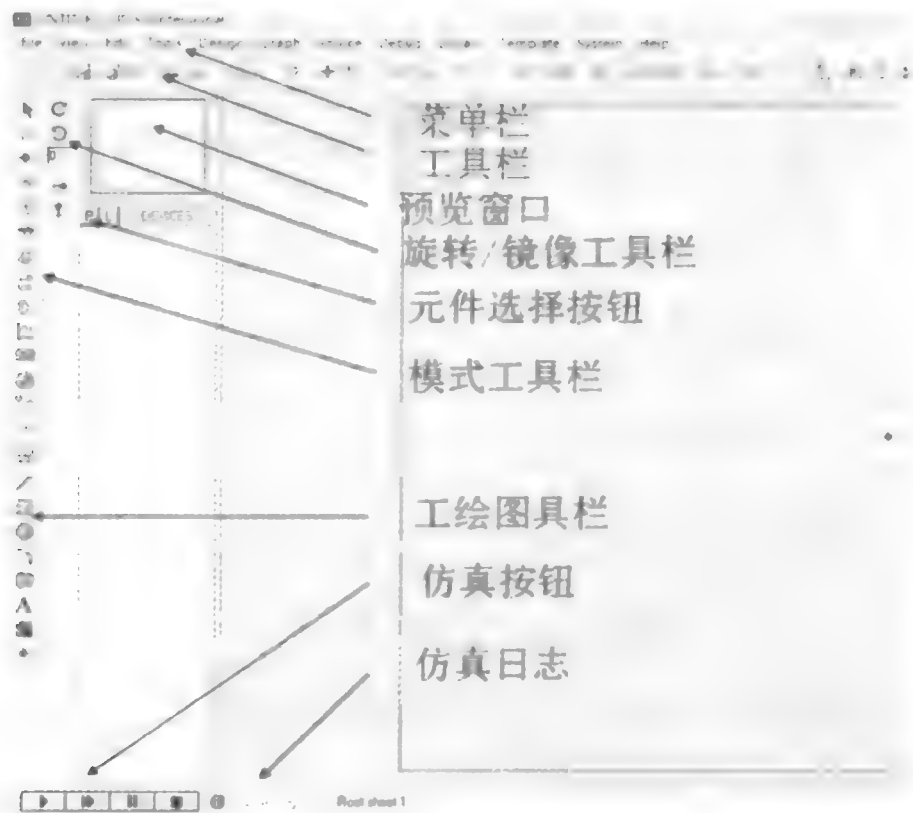

图 5.1.1 原理图绘制界面
(1) 双击 ISIS 图标,打开原理图绘制界面,出现图 5.1.1 所示的默认模板,下面的例子将在默认模板中完成。